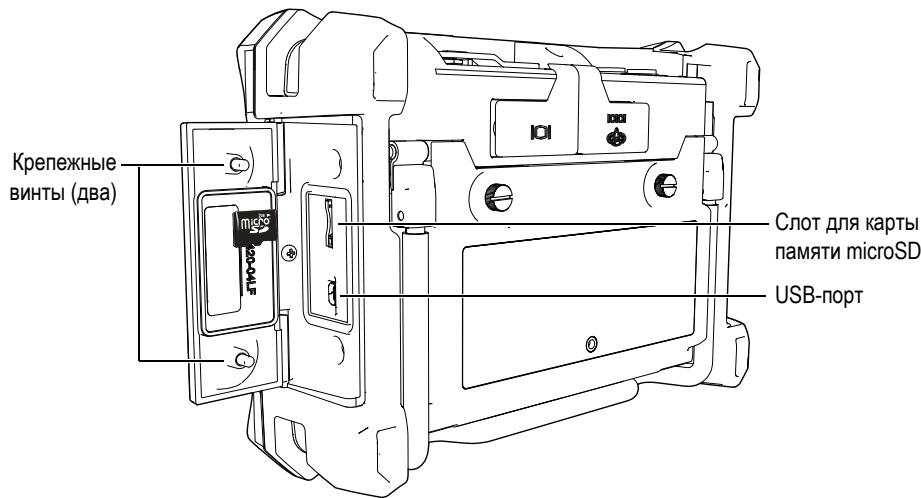

Рис. 2-12 Установка карты памяти microSD
2. Ослабьте крепежные винты (2) и откройте дверцу отсека вводов-выводов на боковой панели BondMaster 600 (см. Рис. 2-12 на стр. 40).